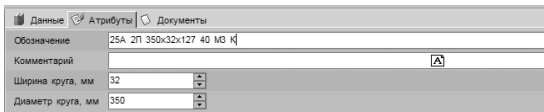

Рисунок 63
12. На панели инструментов УТС нажмите кнопку **Добавить запись** и заполните появившиеся ячейки как на рис. 63. В ячейку **Комментарий** добавьте запись *Тип 2П. Конический двусторонний*. Нажмите кнопку **Применить** внизу справа.